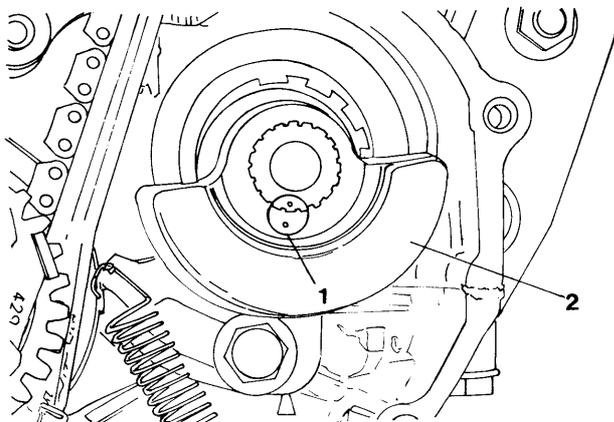

Bild 14
Der Einbau erfolgt in der umgekehrten Ausbaureihenfolge. Die Einkerbungen (1) auf dem Ausgleichgewicht (2) und Welle aufeinander ausrichten (Bild 14).